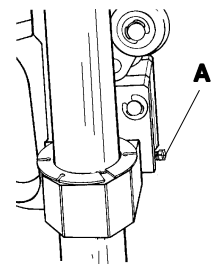
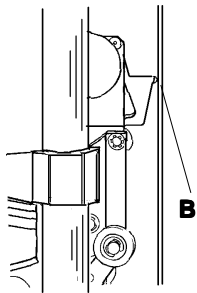

Figure 24
FIGURE 25
2. The **ROCKER ARM ADJUSTING SCREW (A)** in **Figure 24** determines the "at rest" position of the **ROCKER ARM**; that is, the position of the cutting tools when the **SHORT THUMB LEVER** is not depressed. Set this screw so the glass cutting wheel is about .020" (1/2mm) from the vertical extrusion of the machine. You may judge this by looking from the right side, **Figure 25 (B)**. The wheel should not enter the groove, but should be close enough to contact the thinnest glass to be cut. This position of the **ROCKER ARM** will also insure the mat/mount board blade will enter the groove, but not touch the aluminum at the bottom of the groove.
2. Mit der **Kippebeleinstellschraube (A)** in **Abbildung 24** wird die Ruheposition des **Kipphebels** festgelegt. Die Ruheposition ist Position des Schneidewerkzeugs wenn der kurze Hebel nicht niedergedrückt ist. Die Schraube sollte so eingestellt werden, daß das Glasschneiderädchen ca. 0,5 mm von dem vertikalen Preßprofil der Maschine entfernt ist. Diese Einstellung können Sie vornehmen, wenn Sie von der rechten Seite her hineinsehen, **Abbildung 25 (B)**. Das Rädchen sollte nicht in die Einkerbung hineinreichen, aber so knapp wie möglich darüber sein, um auch die dünnste Glasscheibe schneiden zu können. Diese Position des **Kipphebels** wird auch sicherstellen, daß die Passepartout/Karton Klinge in die Kerbe hineinstehen wird, aber nicht das Aluminium auf der Bodenfläche der Kerbe berühren wird.
2. La **VIS DE RÉGLAGE DU BALANCIER À COULISSE (A)** dans la figure 24 détermine la position "au repos" du **BALANCIER À COULISSE**, c'est-à-dire la position des outils de coupe lorsque l'on n'appuie pas sur le **LEVIER DE TAQUET COURT**. Réglez la vis de manière à ce que la molette de coupe de verre soit à environ 1/2 mm (0,020 po.) de l'extrusion verticale de la machine. Vous pouvez juger de la distance en regardant du côté droit, **Figure 25 (B)**. La molette ne devrait pas entrer dans le rail mais devrait être suffisamment près pour entrer en contact avec le verre le plus fin devant être coupé. Cette position du **BALANCIER À COULISSE** devrait également assurer que la lame pour couper les panneaux de montage ou les encadrements entrera dans le rail mais ne touchera pas l'aluminium au fond du rail.